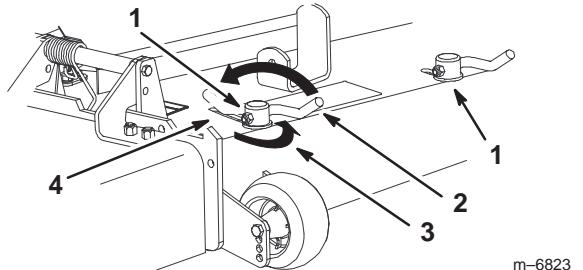

Figure 21
- Pour régler les verrous à came, soulevez le levier pour desserrer le verrou (Fig. 21).
- Repoussez le levier à sa position d'origine pour serrer le déflecteur et les verrous (Fig. 21).
- Si les came ne bloquent pas le déflecteur en position ou si le déflecteur est trop serré, desserrez le levier puis tournez le verrou à came. Réglez le verrou à came jusqu'à obtention de la pression de verrouillage voulue (Fig. 21).